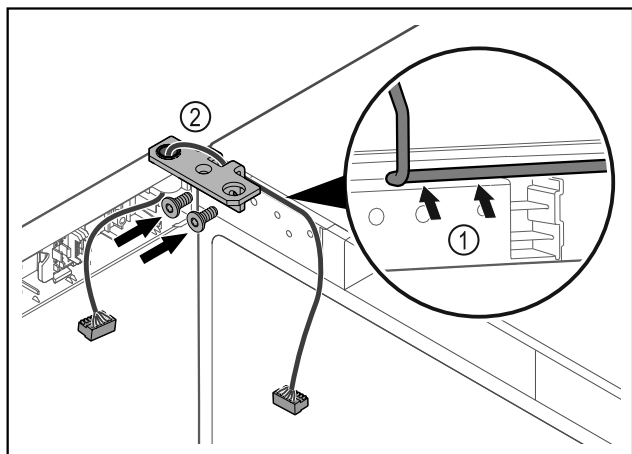

Fig. 44
- Вкарайте кабела през прореза на ъгъла на пантата и го положете внимателно Fig. 44 (1).
- Завинтете ъгъла на пантата Fig. 44 (2).